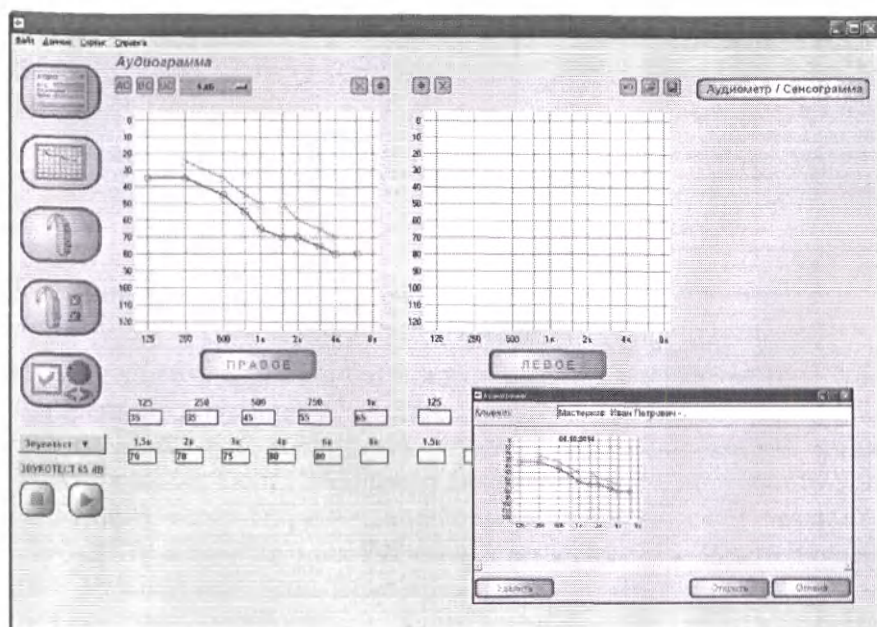

Рис. 9
- открыть архив или загрузить сохраненную аудиограмму (Рис. 9).
Выбранную аудиограмму можно **Открыть** в поле аудиограммы или **Удалить** из архива (Рис. 9).